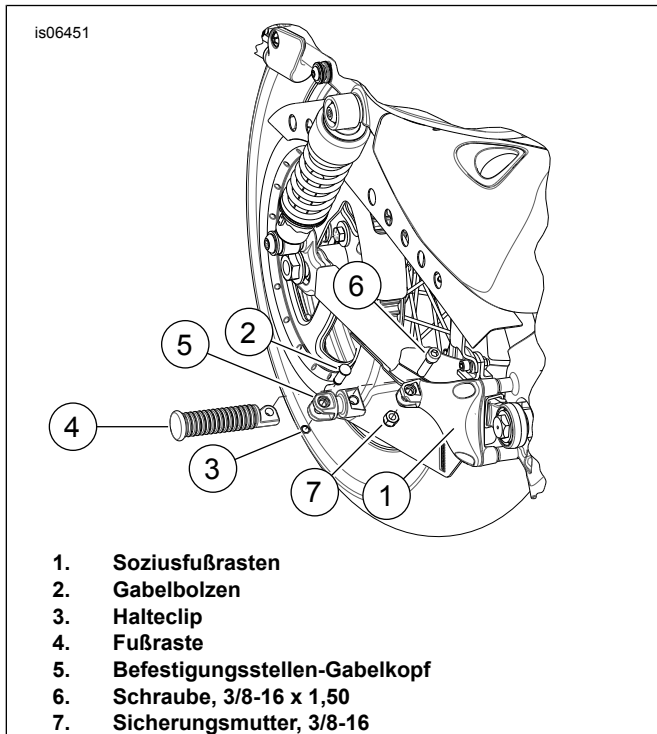

Abbildung 1. Einbau des Befestigungsstellen-Gabelkopfes
4. Siehe Abbildung 1. Mit den Befestigungsteilen (6 und 7) aus dem Satteltaschensatz je einen Befestigungsstellen-Gabelkopf (5) an beiden Soziusfußrasten (1) anbringen. Die Mutter auf ein Drehmoment von 13,6–21,7 N·m (10–16 ft-lbs) anziehen.
5. Die Soziusfußraste (4) nach der Anleitung des Soziusfußrastensatzes unter Verwendung der Bolzen (2) und Halteclips (3) am Befestigungsstellen-Gabelkopf (5) anbringen.